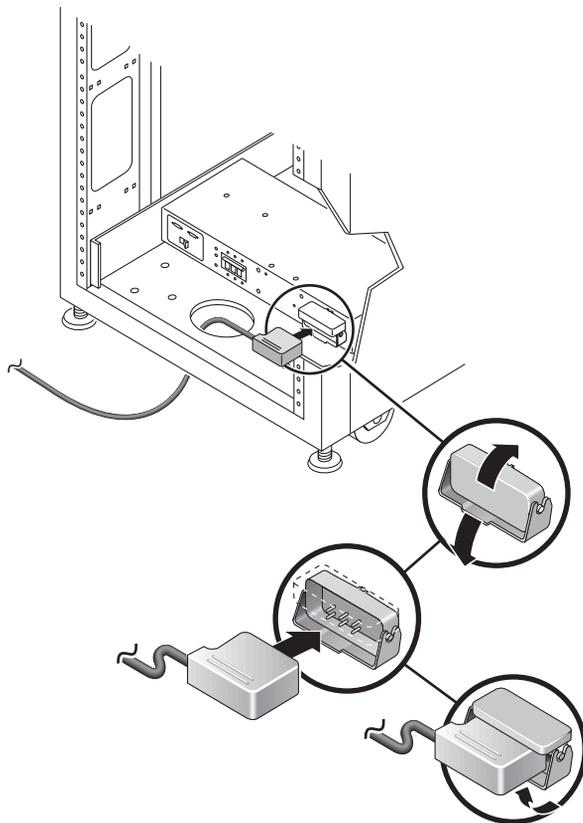

図 2-16 電源ケーブルの接続
4. 正面および背面電源シーケンサに各電源ケーブルを接続します（図 2-16）。